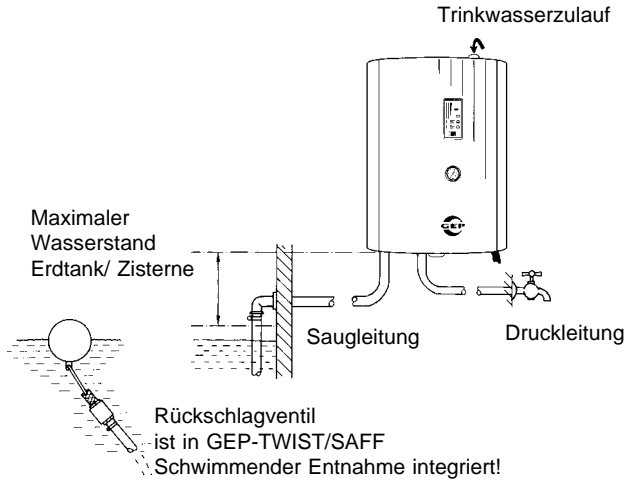

Bild 15
- Zwischen Regenmanager und Auffangbehälter (z.B. Zisterne/ Erdtank/ Kellertank) muß ein Rückschlagventil installiert sein! Siehe Seite 9, Bild 15...16 (In GEP-TWIST/SAFF enthalten.).